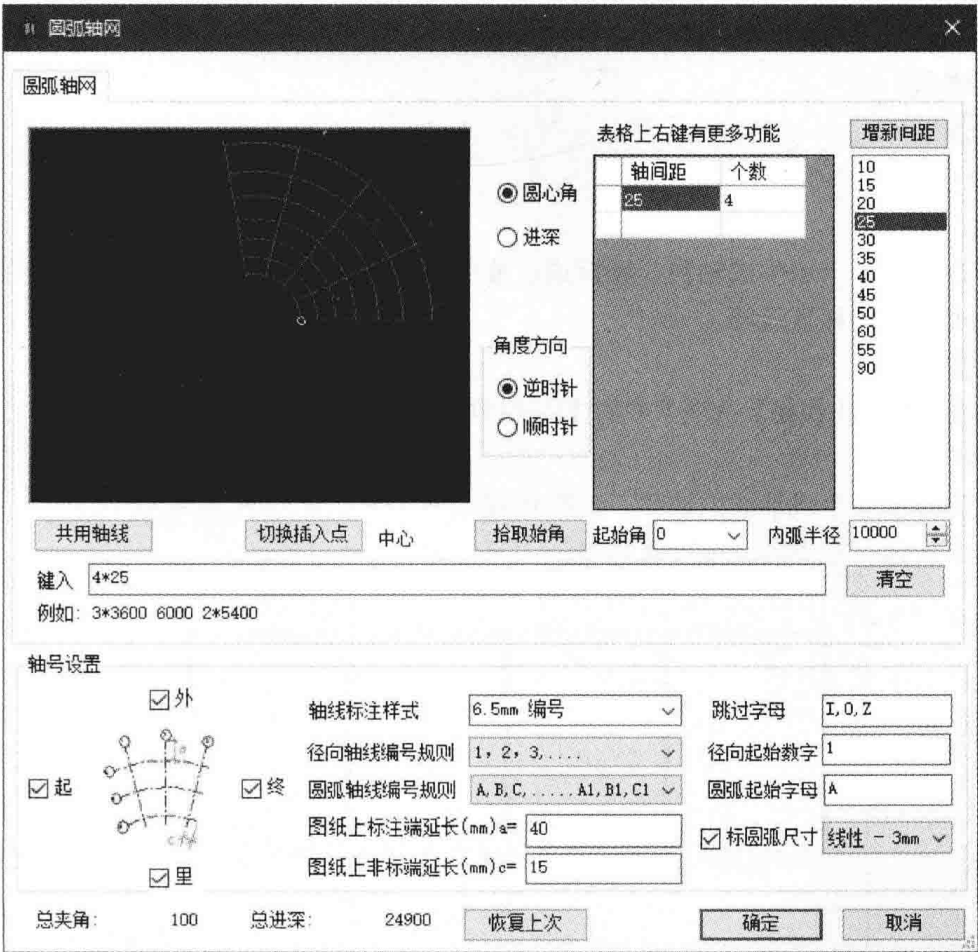

图 1.2.1-3 圆弧轴网对话框
- (1) 在【橄榄山快模】选项卡中的【快速楼层轴网工具】面板中启动【弧形】轴网工具，见图 1.2.1-3。